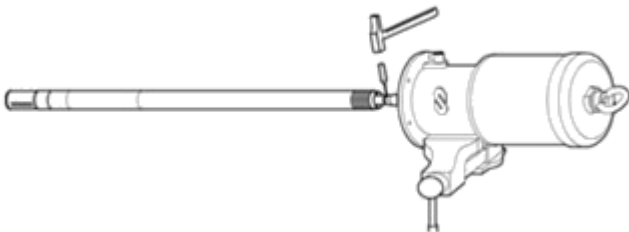

Рис. 6
2. Снять стержень (51) (рис. 6) и ослабить шток (52).